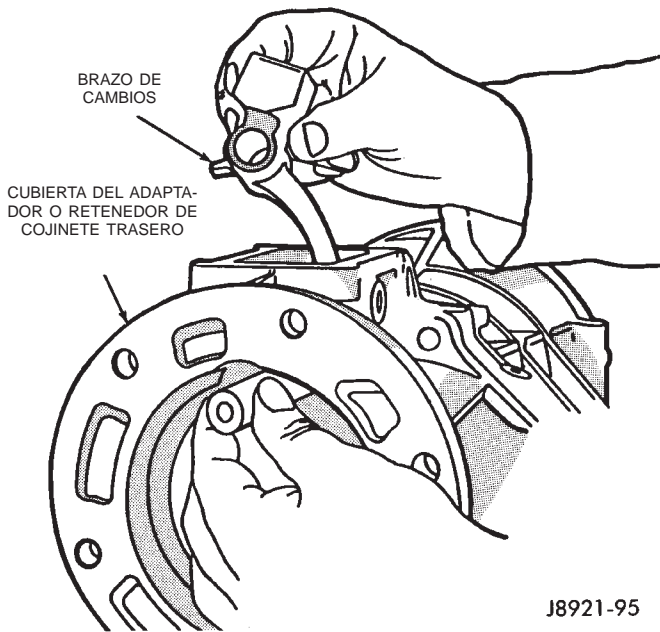

Fig. 43 Instalación del eje del brazo de cambios
(11) Comience a introducir el eje del brazo de cambios en el orificio en la parte posterior de la cubierta del adaptador y retenedor de cojinete trasero. Alinee el brazo de cambios con el eje del brazo de cambios y empuje el eje del brazo de cambios a través del brazo de cambios para introducirlo en la porción delantera de la cubierta del adaptador y retenedor de cojinete trasero (Fig. 43).